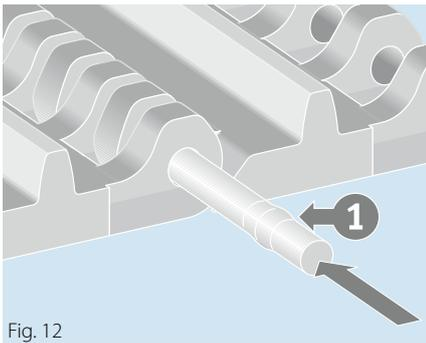

Fig. 12
Cortar la barras de acoplamiento (fig. 12) a la medida adecuada e insertarla completamente por los ojales. El resalte (1) situado en el extremo del pasador sirve para la fijación y para reducir el juego en este punto de la banda. Para evitar que este efecto se acumule, colocar las barras de acoplamiento alternativamente a derecha e izquierda.